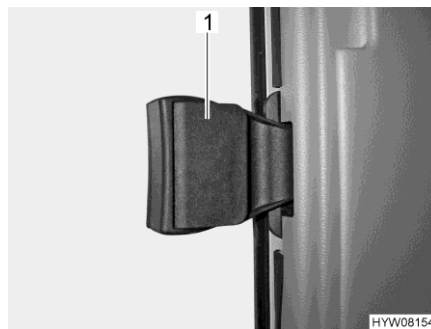

Bild 60 Beifahrerfenster
- Griff (Bild 60,1) herausklappen.